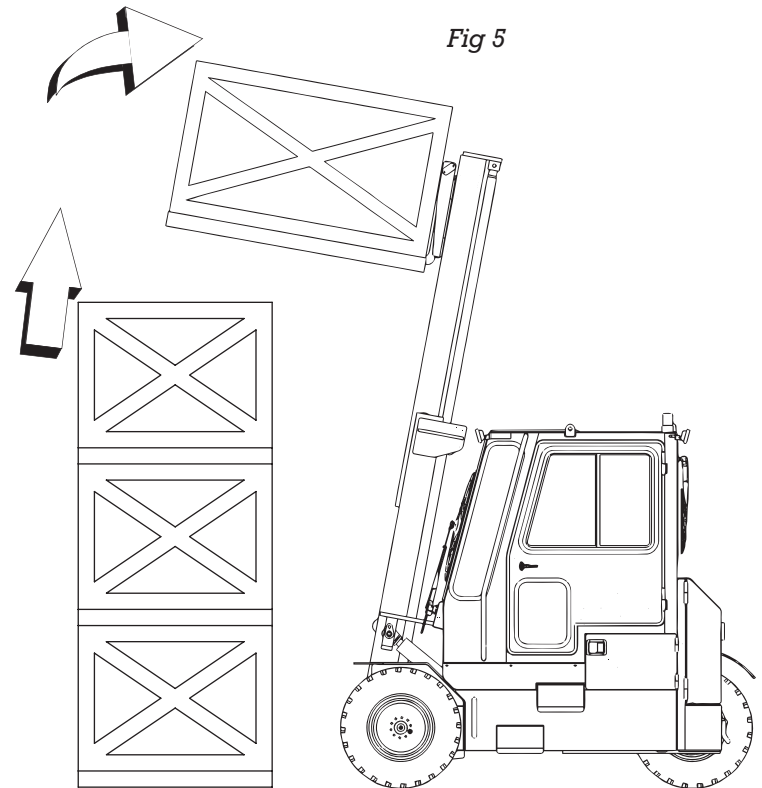

Fig 5
2. Avance lentamente, haciendo el ajuste según sea necesario, hasta que las horquillas estén completamente enganchadas y la carga esté contra el respaldo. Aplique el freno de estacionamiento. Levante las horquillas lo suficiente para levantar la carga. Incline el mástil ligeramente hacia atrás con la parte más pesada de la carga contra el respaldo. *Fig. 5.*